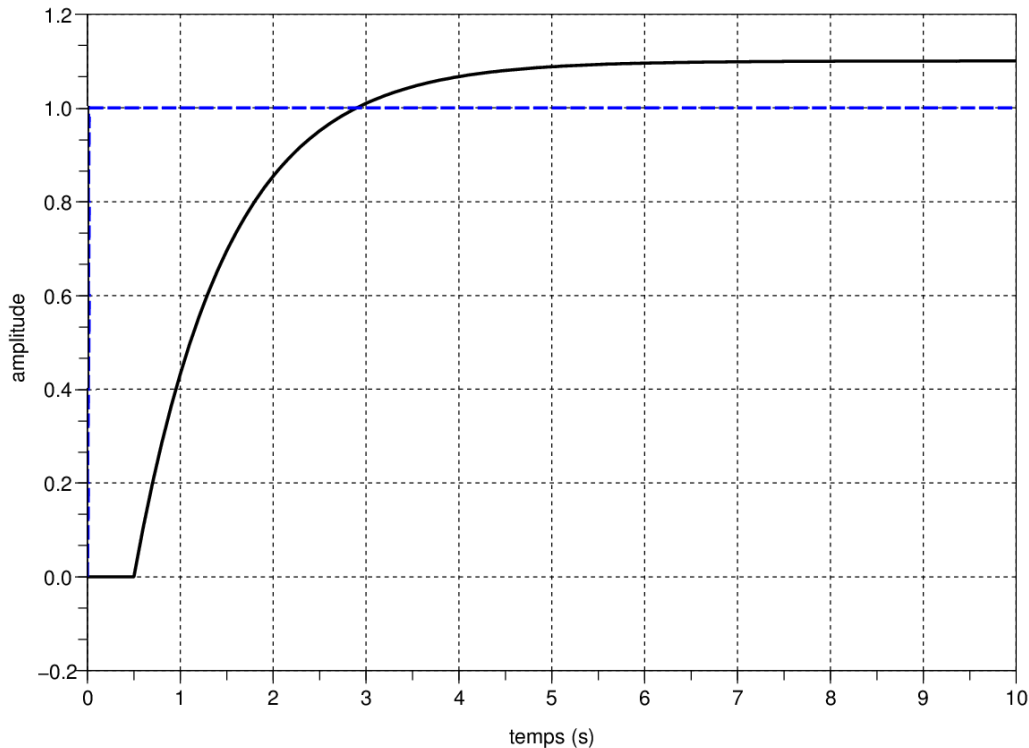

FIGURE 6 –
On a réalisé une expérimentation correspondant à l'acquisition de la réponse indicielle du système. Le résultat de celle-ci est représentée sur la figure 6.
*A linear continuous system is to be identified. We don't have any knowledge about phenomena implied into the system. The acquisition of a step response of the system is depicted in Figure 6.*